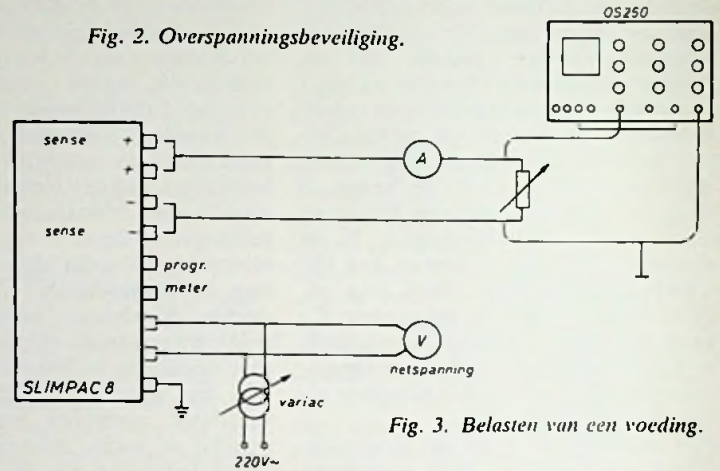

Fig. 3. Belasten van een voeding.
1) De Slimpac 8 is aangesloten volgens fig. 3. De sense-ingangen worden op de voeding doorverbonden. De uitgangspanning wordt met een scoop afgelezen, terwijl de stroom door de belastingweerstand wordt ingesteld op ver-